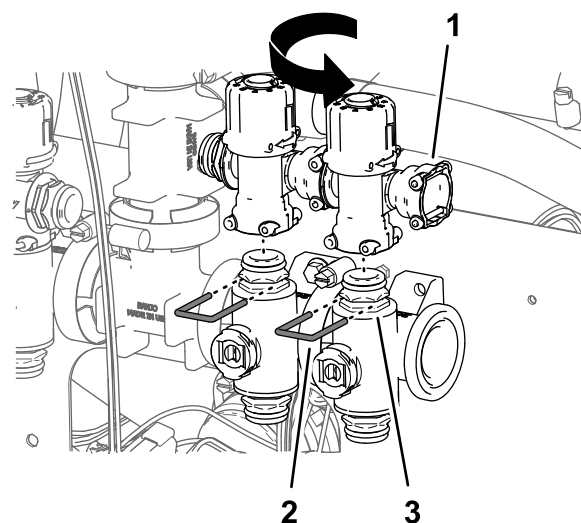

Figura 101
8. Repita os passos 5 a 7 para as válvulas de distribuição da válvula do bico 6 e válvula do bico 7 (**Figura 101**).